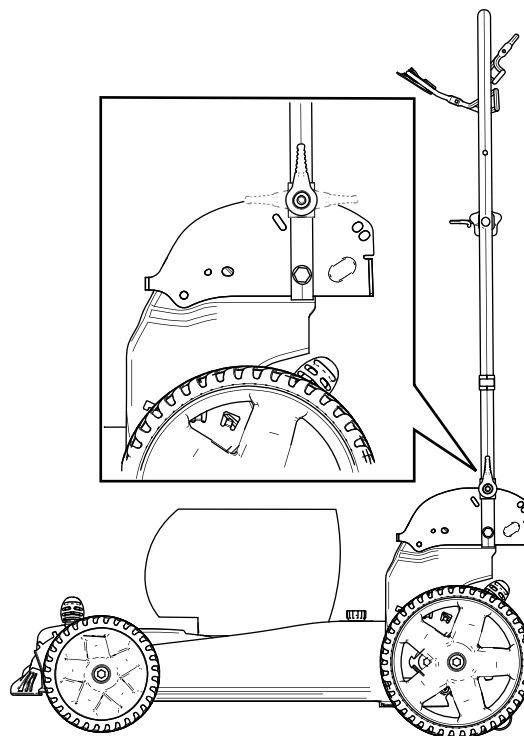

Rysunek 19
1. Wyjmij przycisk rozrusznika elektrycznego (Rysunek 19).